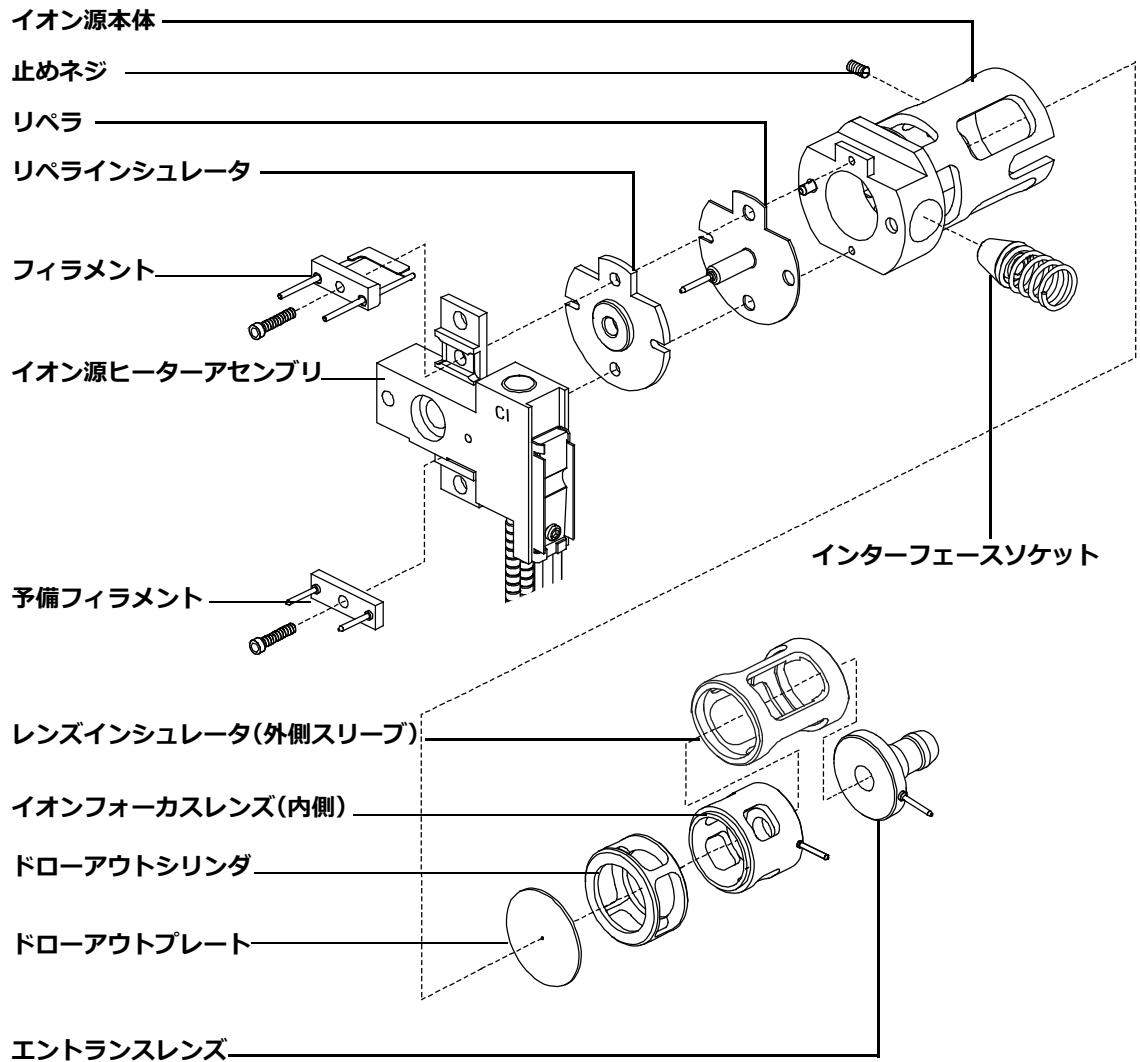

図 30 CI イオン源を組み立てる
- 1 イオンフォーカスレンズ、エントランスレンズ、およびレンズインシュレータを組み立てます (図 30)。
- 2 ドローアウトプレートとドローアウトシリンダをイオン源本体にスライドさせます (図 30)。